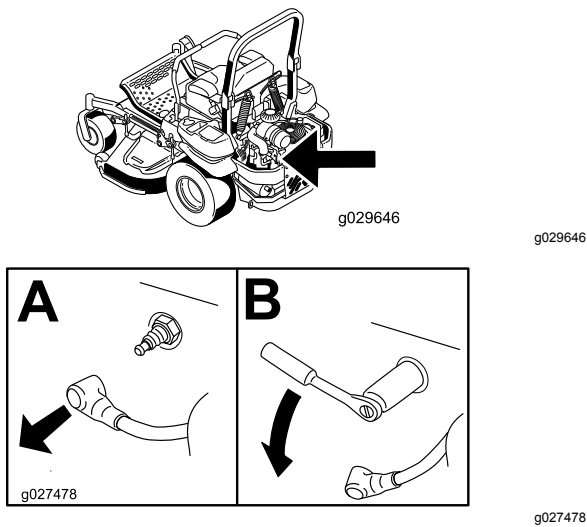

Figura 55
4. Retire la bujía (Figura 55).